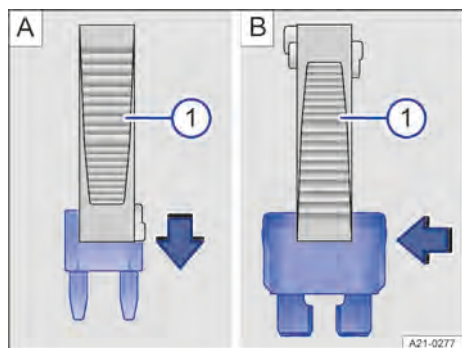

Abb. 202 Sicherung herausziehen oder einsetzen (Prinzipdarstellung).
1. Wenn vorhanden, Kunststoffzange aus der Abdeckung des jeweiligen Sicherungskastens nehmen → Abb. 202 ①.
2. Entsprechend der Sicherungsausführung passende Klammer der Kunststoffzange von oben → Abb. 202 ① oder seitlich → Abb. 202 ② auf die Sicherung schieben.
4. Wenn die Sicherung durchgebrannt ist, Sicherung durch eine neue Sicherung gleicher Stärke (gleiche Farbe und gleicher Aufdruck) und gleicher Größe ersetzen → ①.